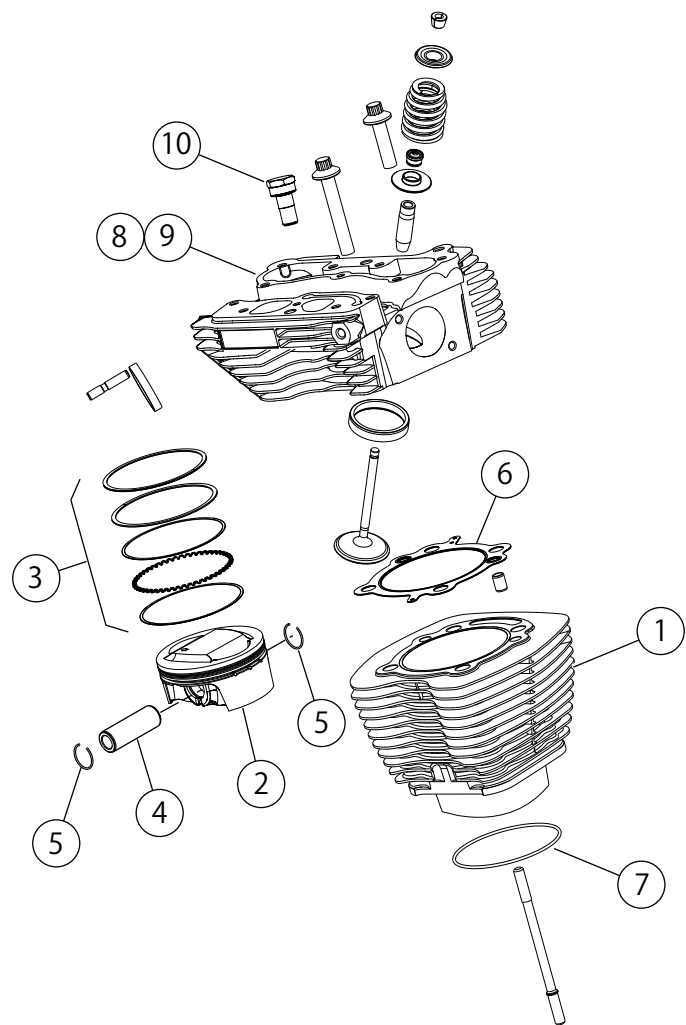
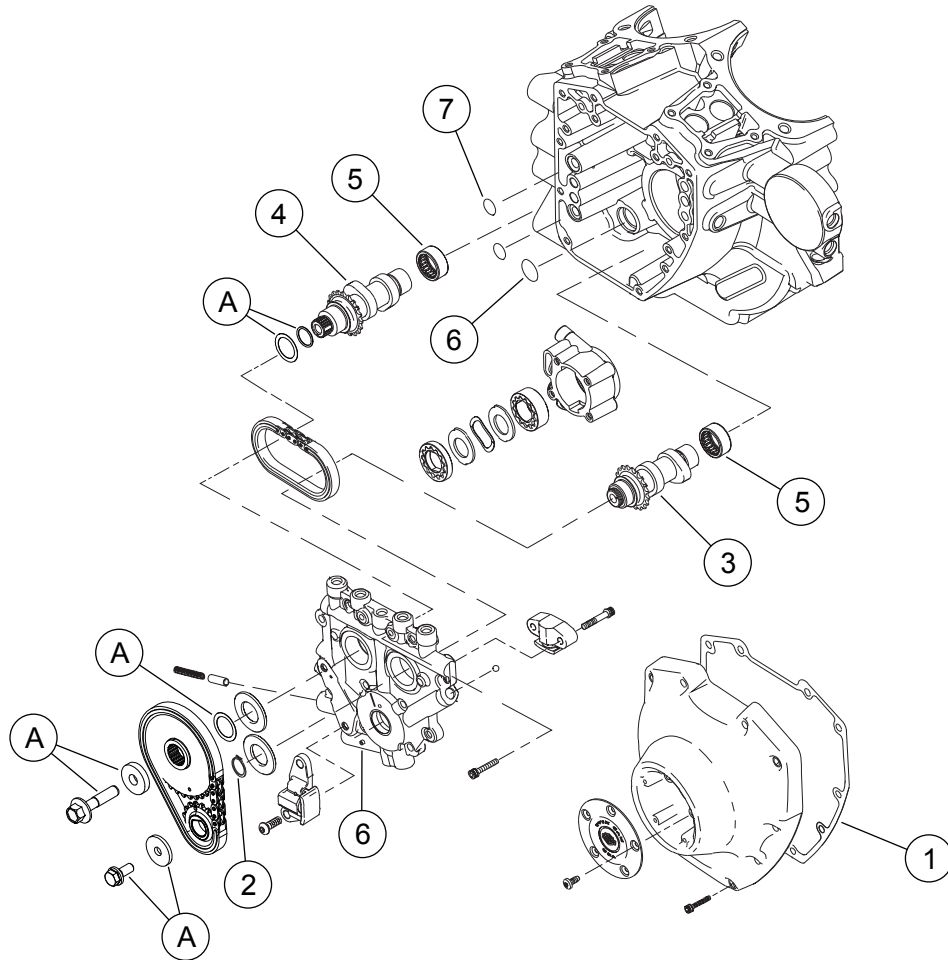

図1。交換用パーツ:Screamin' Eagle TC103 (1690cc) ステージ4キット
図3。交換用パーツ:Screamin' EaglePro103 (1690cc) ステージ4キット
「図1」～「図3」および「表1」～「表3」を参照してください。
- 「図3」を参照。カムシャフトニードルのベアリング(7)を調べ、必要に応じて交換してください。
- 「図1」から「図3」を参照してください。カムをカムプレート、パフォーマンスシリンダーヘッド、エンジントップエンドにキットのパーツで取り付けます。サービスマニュアルの該当する「エンジン」セクションを参照してください。